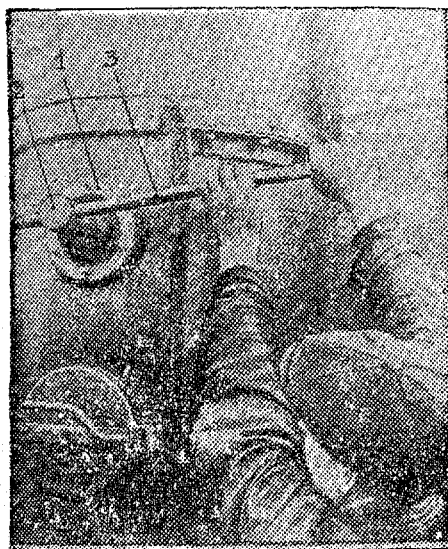

Рис. 34. Подтяжка гайки футорки:
9. Регулярно следить за плотностью соединения воздушной коробки корпуса газогенератора со штуцером футорки топливника. Первую подтяжку гайки футорки надлежит произвести после обкатки трактора. Последующую подтяжку производить по мере появления подсосов в данном соединении. Наличие подсоса воздуха в данном соединении выражается в ненормальном местном разогреве корпуса газогенератора вокруг коробки воздушного клапана. Подтяжку гайки футорки необходимо производить по снятии воздушного клапана специальным ключом (прилагаемым к трактору) при разогретом газогенераторе. (Рис. 34).